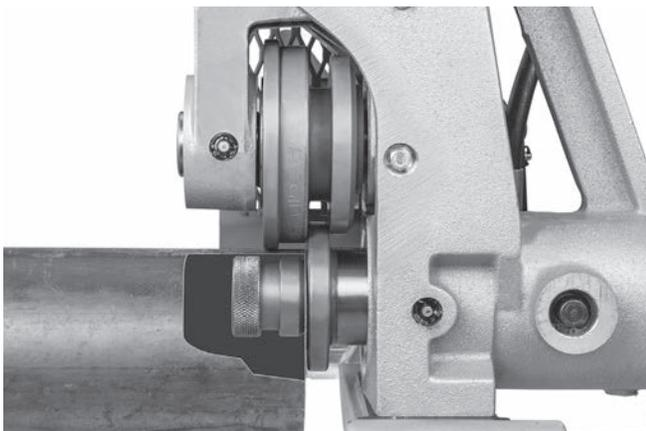

Abbildung 11 – Auflegen des Rohrs über die Antriebswelle, bündig mit dem Antriebswellenflansch (Stabilisator zur Verdeutlichung nicht abgebildet)
3. Zur Abstützung des Rohres müssen geeignete Rohrständer vorhanden sein. Stellen Sie die Höhe der Rohrständer so ein, dass das Rohr waagrecht liegt und der obere Innendurchmesser des Rohrs auf der Antriebsrolle sitzt (*siehe Abbildung 11*).
- Die Mittellinie des Rohrs und die Mittellinie der Antriebswelle müssen parallel zueinander verlaufen. Dies kann mit einer Wasserwaage auf der Oberseite des Hydraulikzylinders und auf dem Rohr überprüft werden. *Siehe Abbildung 11.*